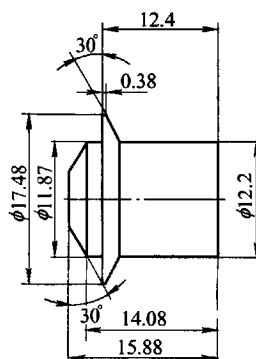

图 2
(2) 与法兰配作 两件曲轴分别与两件扭矩管法兰配钻 8 个 $\phi 45_{-0.025}^0$ mm 孔,铣键槽 20mm $\times$ 6mm。
(3) 组对 扭矩管法兰与曲轴打开后与无缝钢管组对焊接,然后与曲轴用铰制螺栓进行装配,要求两键槽对正(要用工装定键槽位置),中心孔顶紧,按焊接规范焊接,严格控制变形。
(4) 加工 参照图 2 曲轴与扭矩管装置,整体
为此我们对工艺进行了调整,仅将工件左端加工到位(见图 2),右部留有余量, $\phi 9.4$ mm 孔不加工。重新设计钻模钻孔后,钻床工序的问题没有了,再上车床加工右端。此时四等分孔边毛刺便既少又小,手工略加去除稍大的毛刺,再置于磁力光饰机中,则问题完全解决了。